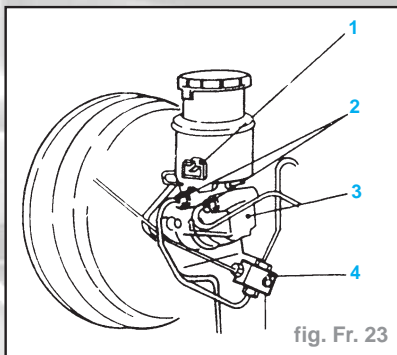

fig. Fr. 23
- Le maître-cylindre (4) avec support de raccord trois voies (le cas échéant) joints et entretoises (le cas échéant) (fig. Fr. 23)
- Les conduites de frein (2) et la fiche de faisceau de câbles (1)